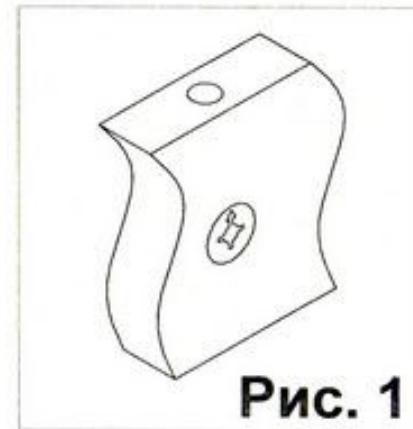

Рис. 1
1. Забить шканты (1) в детали 1, 2, 3, 4. Вставить стяжки -растекс (3) в детали 1, 2, 3 (см. рис.1) Закрутить в детали 2 и 3 стойки стяжки усиленной (14). Соединить полку нижнюю 4 с боковинами 1 и 3. Фиксацию деталей произвести при помощи евровинтов (2) Закрутить в полку 4 дюбеля-стяжек-растекс (4) и установить стойку 2 на полку 4. Крепление произвести при помощи стяжек-растекс (3) путем поворота их по часовой стрелке.
Взять стенку заднюю выдвижного ящика 10 и забить в соответствующие отверстия шканты (1). Соединить боковины ящика 8 и 9 с задней стенкой 10. Фиксацию производить при помощи евровинтов (2). Далее положить каркас ящика на заднюю стенку 10 и забить шканты (1) в соответствующие торцевые отверстия на боковинах ящика, 8 и 9 и вставить стяжки растекс (3) (см.рис.1). После этого вставить дно ящика 10 в пазы на каркасе ящика, таким образом, чтобы дно ящика 13 вошло в паз на стенке задней ящика 10. Далее закрутить в переднюю панель ящика 6 в